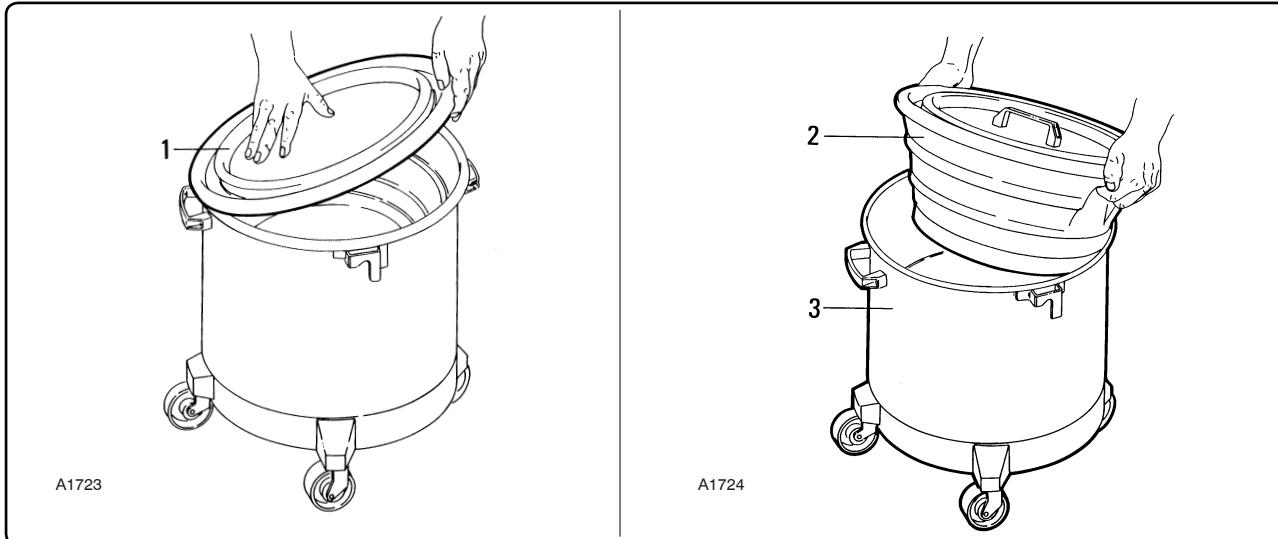

Fig. 6.9.1
- b - récipient de vidage en PVC placé à l'intérieur de la cuve "2" pour la récupération des poussières (fig. 6.9.1);
- e - contenedor de vaciado de PVC colocado dentro del contenedor "2" para la recogida de polvo (fig. 6.9.1);
6.9 - Svuotamento contenitore (versione C - K1) - fig. 6.9.1
6.9 - Emptying the container (version C - K1) - fig. 6.9.1
6.9 - Vidange du bac (version C - K1) - fig. 6.9.1
6.9 - Vaciado del contenedor (versión C - K1) - fig. 6.9.1